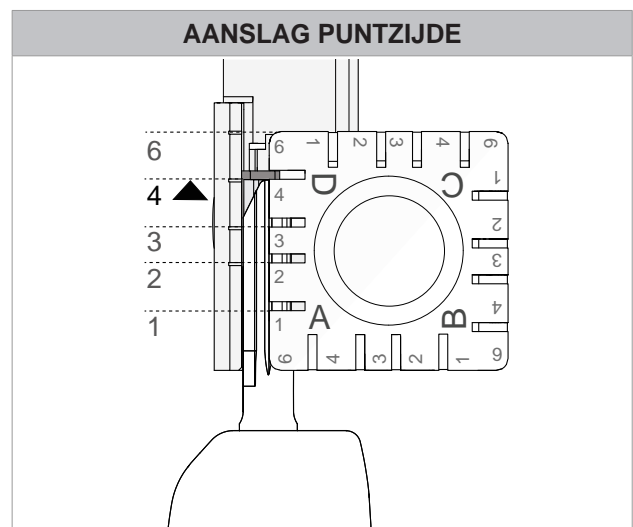
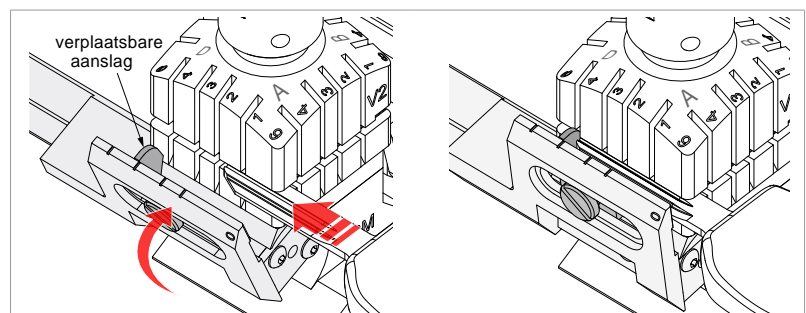

Fig. 57
Fig. 58 - verplaatsbare aanslag
- Om sleutels met aanslag op de puntzijde te installeren in de spanbek, moet u de verplaatsbare aanslag van het kaliber (Fig. 58) in de voorziene groeven steken (Fig. 57).